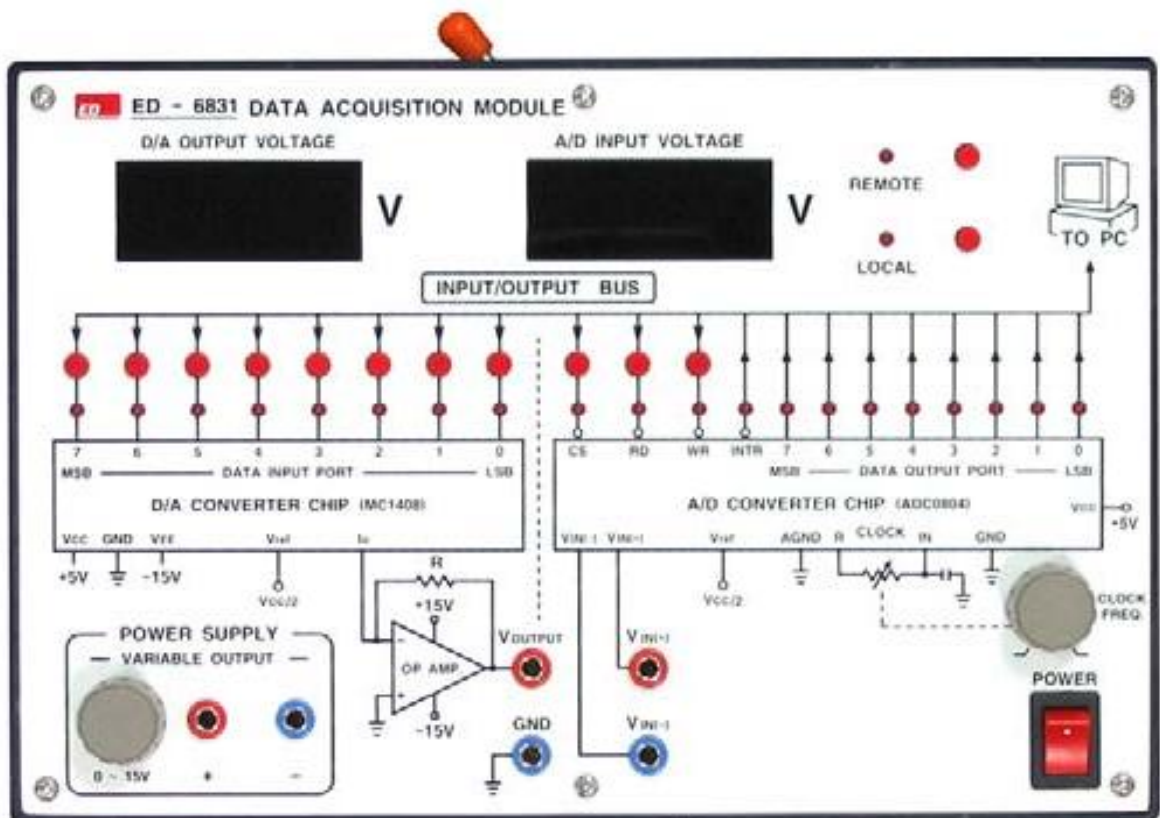

FIGURE 4: Le module d'acquisition de données ED-6831
2. La seconde est un convertisseur Numérique Analogique, en anglais *Digital to Analog Converter* (DAC), il traduit les ordres en provenance du PC en une forme analogique afin de contrôler les unités externes. Pour le moment on se contente de lire la valeur sur l'afficheur **A/D INPUT VOLTAGE** (voir figure 4), de la tension d'entrée de l'ADC.